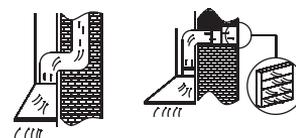

Abb. 5
5. Bringen Sie das andere Ende der Luftleitung in einen Lüftungsschacht oder draußen durch die Außenwand. Stellen Sie sicher, dass es keine Lücken in den Gelenken gibt. (Abb. 5)